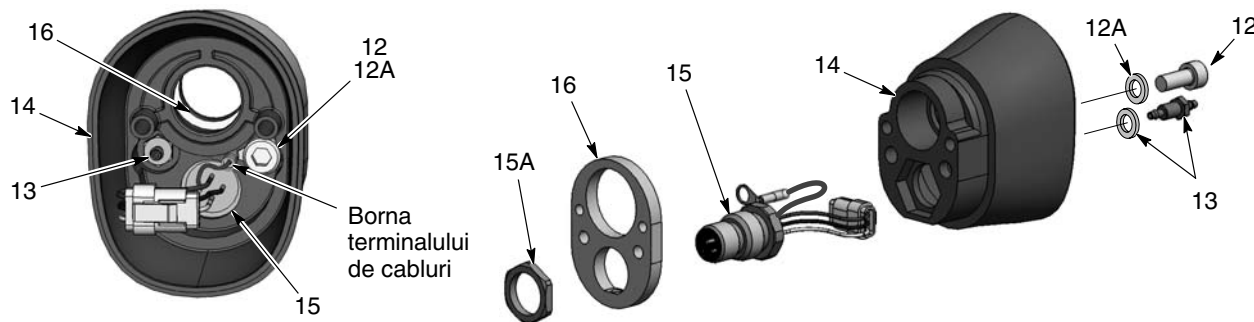

Figura 21 Dezasamblarea pistolului montat pe tub 5 din 5
18. Vezi Figura 21. Pentru a dezambla ansamblul corpului posterior, scoateți șurubul (12) și racordul striat (13) de la interiorul corpului posterior al pistolului (14). Sunt necesare o cheie hexagonală de 3 mm și o cheie tubulară adâncă de 1/4 in.
19. Desfaceți piulița (15A) de la priză, trageți placa de împământare (16) de pe corpul pistolului spate și introduceți fasciculul de cabluri al prizei prin corp.